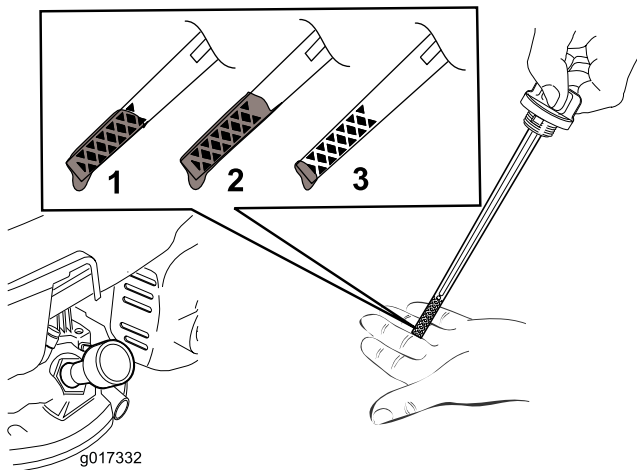

Figure 20
**Remarque:** Versez de l'huile dans le carter moteur jusqu'à ce que la jauge indique le niveau correct, comme montré à la (Figure 20). Si vous remplissez excessivement le carter moteur, vidangez l'excédent d'huile comme expliqué à l'étape 5.